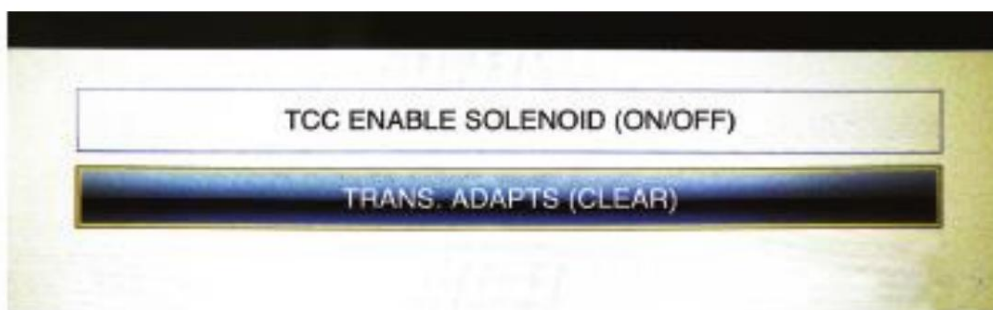

Figura 23. Borrado de la configuración adaptativa.
- Seleccione el proceso de aprendizaje rápido o "Adaptación (borrado)" en el menú de la herramienta de escaneo. Figura 23.